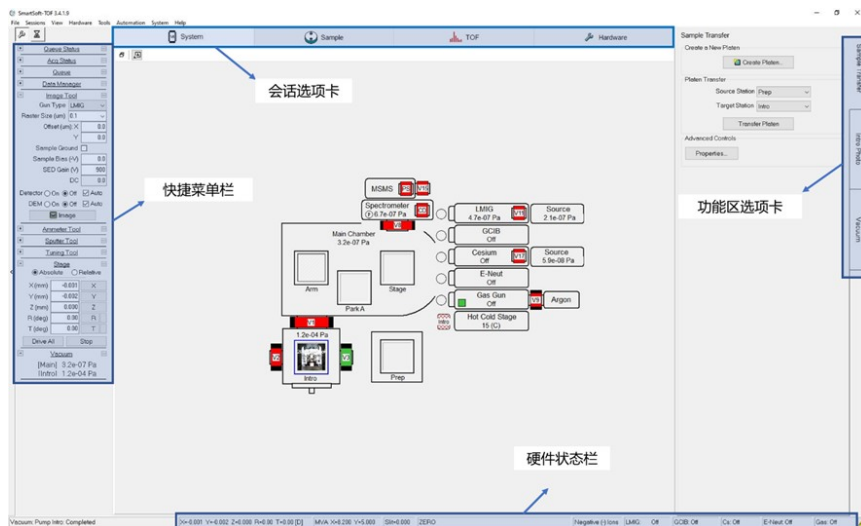

图 6-3
- (1) Smartsoft TOF 软件: 用来控制操作仪器设备。图 6-3 是 Smartsoft-TOF 软件见面, 分为四个区域, 快捷菜单栏、会话选项卡 (system, sample, TOF, Hardware)、功能区选项卡、以及硬件状态栏。